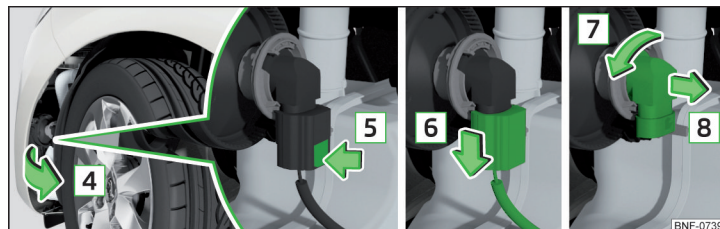

Fig. 145 Cambiar la bombilla
- Levantar el revestimiento de los arcos de las ruedas en el sentido de la flecha **4** » fig. 145.